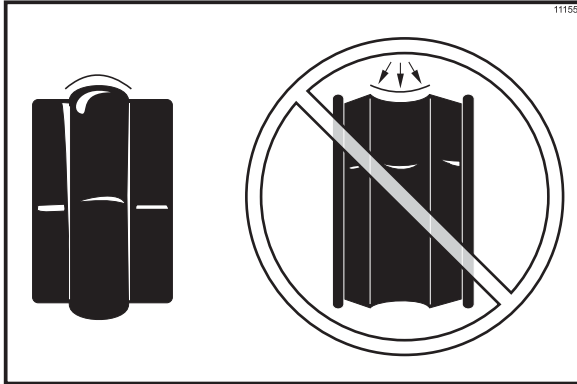

Figura 73
**Nota:** Para asegurar que no haya fugas de mezcla por la parte trasera del cilindro refrigerante, la parte media del sello de bota debe estar en forma convexa o extenderse hacia fuera desde el sello. Si la parte media del sello de bota es cóncava o se extiende hacia el centro del sello, voltee el sello. (Vea la figura 73.)